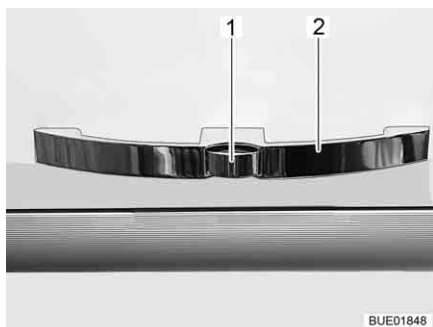
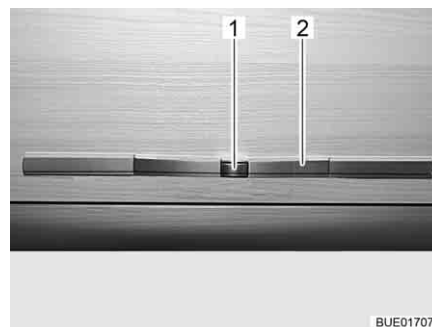

Fig. 57 Sportello del mobile con maniglia (esempio)
Fig. 58 Sportello del mobile con maniglia (alternativa)
- Premere il bottone di sbloccaggio (Fig. 57,1 o Fig. 58,1) della maniglia (Fig. 57,2 o Fig. 58,2) e mantenerlo premuto.